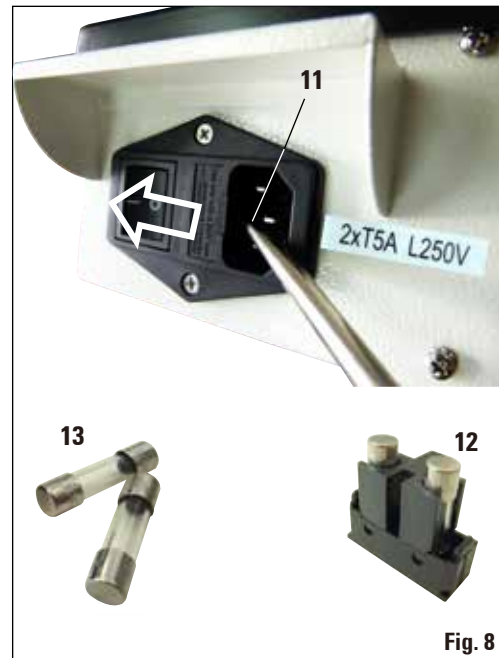

Fig. 8
- Inserte un destornillador pequeño en la entalladura (**fig. 8, 11**) y, con cuidado, haga palanca para extraer la caja de fusibles (**12**).